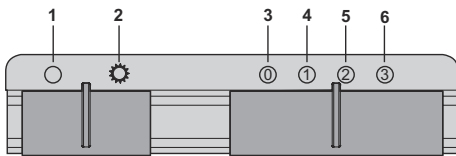

Fig. 22
1. ➤ Släck belysning (Fig. 22).
2. ➤ Tänd belysning (Fig. 22).
3. ➤ Stäng av motorn (Fig. 22).
4. ➤ Motorhastighet1 (Fig. 22).
5. ➤ Motorhastighet 2 (Fig. 22).
6. ➤ Motorhastighet 3 (Fig. 22).